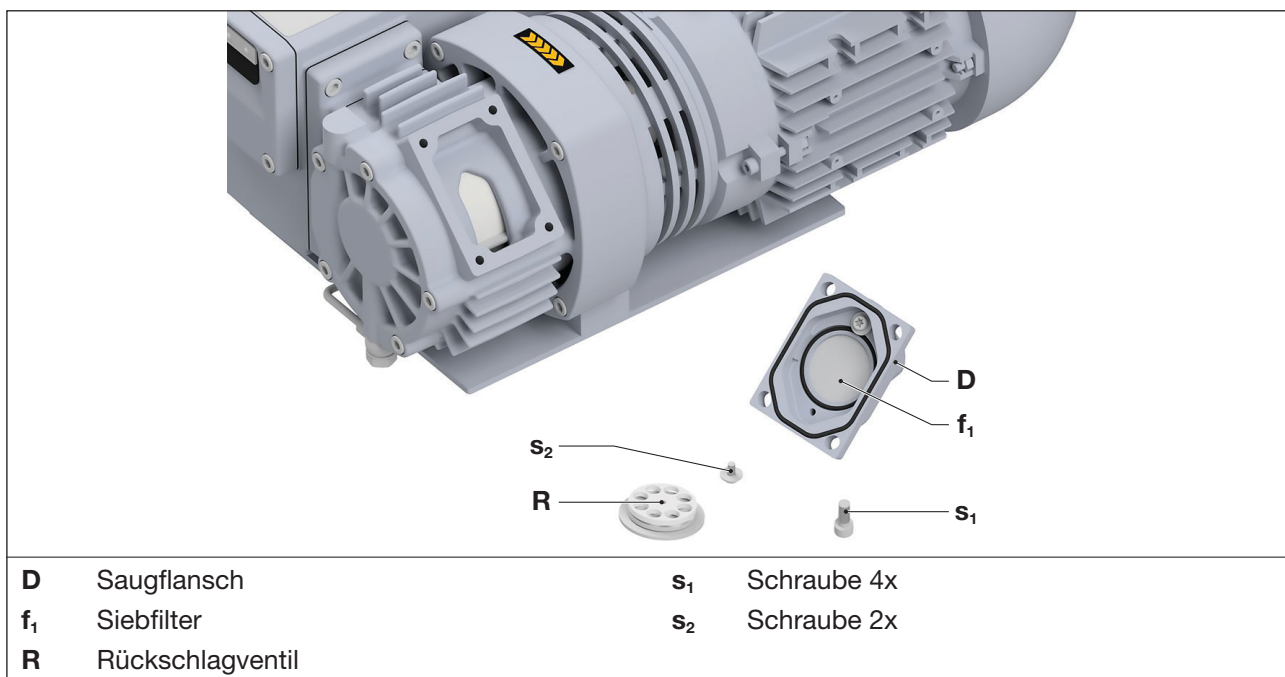

Abb. 5 Siebfilter
Der Siebfilter (Abb. 5/f₁) im Saugflansch ist je nach Verunreinigung des abgesaugten Mediums mehr oder weniger oft durch Auswaschen bzw. Ausblasen zu reinigen oder zu ersetzen.
- c) Die Schrauben (Abb. 5/s₁) am Saugflansch (Abb. 5/D) lösen und Saugflansch abnehmen.
- d) Die Schrauben mit Schiebern (Abb. 5/s₂) am Rückschlagventil lösen und Rückschlagventil aus dem Saugflansch herausnehmen. Ist das Rückschlagventil verschmutzt, kann es durch Ausblasen gereinigt werden.
- e) Siebfilter (Abb. 5/f₁) aus dem Saugflansch herausnehmen und reinigen.
- f) Siebfilter (Abb. 5/f₁) und Rückschlagventil wieder in den Saugflansch (Abb. 5/D) einsetzen und das Rückschlagventil mit den beiden Schrauben (Abb. 5/s₂) befestigen. Anzugsmoment: 4 Nm
- g) Saugflansch wieder auf das Gehäuse aufsetzen und mit den vier Schrauben (Abb. 5/s₁) befestigen. Anzugsmoment: 10 Nm